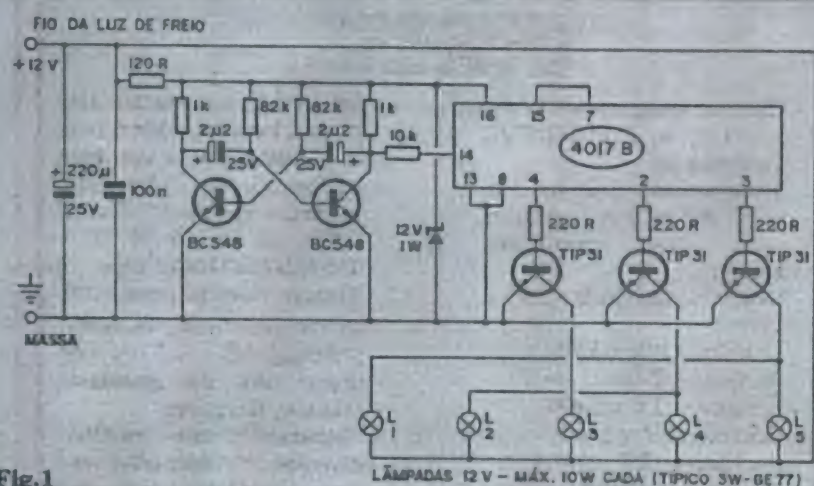

Fig.1
- FIG. 1 - O CIRCUITO - O diagrama esquemático da parte eletrônica da LUFMSA mostra que um bom aproveitamento das potencialidades de componentes eletrônicos comuns e baratos, pode resultar num efetivo conjunto, sem grandes complicações...! No "coração" lógico do sistema, temos um conhecido Integrado C.MOS 4017 (contador de década) controlando através das suas três primeiras saídas sequenciais (respectivamente pinos 3-2-4...) uma trinca de transistores de Potência, TIP31 (via resistores de base no valor de 220R). As cinco lâmpadas (cada uma funcionando nominalmente em 12 VCC, sob uma Potência máxima de 10W - com 3W sendo um parâmetro nominal bastante aceitável...) estão arranjadas fisicamente em linha, porém eletricamente ligadas de modo que, o coletor do primeiro TIP31 controla as de nº 1 e 5, segundo TIP31 aciona as de nº 2 e 4, finalmente o terceiro transistor